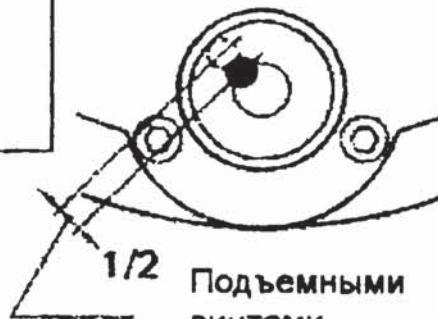

Рис. 7.2
3) Скомпенсируйте половину смещения пузырька с помощью подъемных винтов (рис. 7.2).